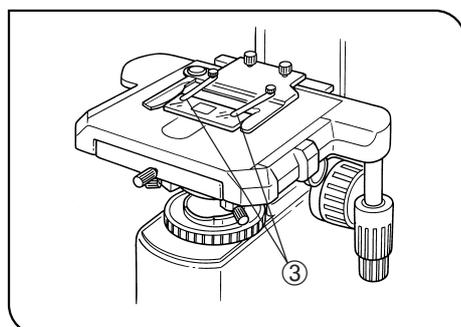

Fig. 16
Con la presenza dell'olio che può causare lo scivolamento del vetrino, si raccomanda l'uso di mollette fermacampione opzionali BH2-SCB-3 ③ per obiettivi ad immersione (Fig. 16).